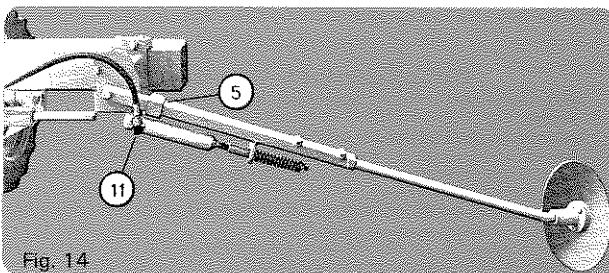

Fig. 14
- Modèle hydraulique livré en option pour châssis 6 rangs de 3 m (fig. 14).
- Hydraulic model supplied optionally for 3 m 6-rows frame (fig. 14).
- Modell für hydraulische Betätigung als Sonderausstattung für 6-reihigen 3 m Rahmen (Abb. 14).
- Modello idraulico spedito in opzione per telai 6 file di 3 m. (fig. 14).